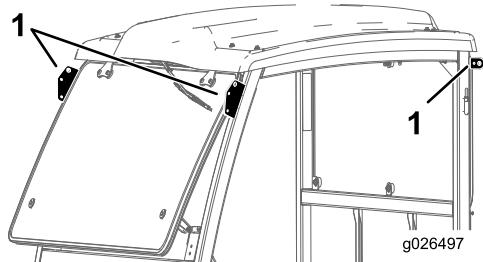

Рисунок 4
- Поднимите раму кабины, используя такелажные точки подъема, и поместите ее на машину (Рисунок 4).